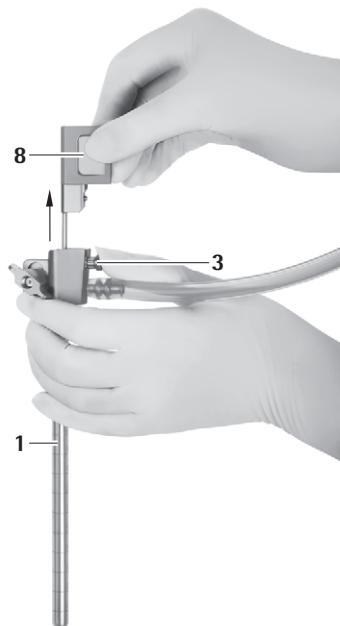

Fig. 10
- Tryk på udløserknappen **3** og træk obturator til optikkanalen **8** forsigtigt ud af MINOP InVent-trokaren **1**, se Fig. 10.